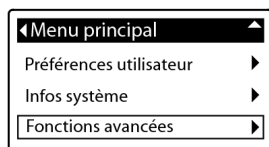

FIG.60
1. Depuis n'importe quel écran d'état séquentiel, appuyez sur SELECT (O) pour afficher le **Menu principal**.
2. Appuyez sur DESCENDRE (▼) pour parcourir les options du menu jusqu'à ce que l'option **Réglages avancés** soit sélectionnée (Figure 60).